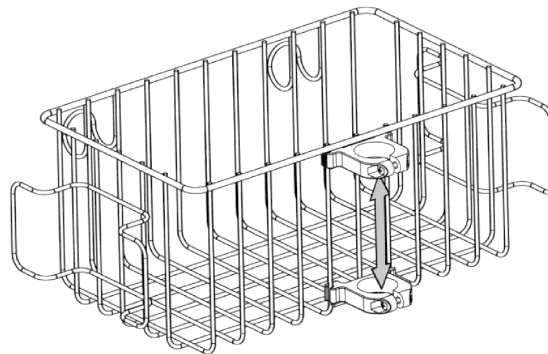

Figure 3 ■ Figure 3 ■ Abbildung 3 ■ Figura 3 ■ Figura 3 ■ Afbeelding 3
2	将夹子分别滑到篮子的顶部和底部。顶部的夹子应碰到上方水平方向的电线，底部的夹子应碰到下方的强化线（请参阅第 27 页图 3）。
2	クリップをバスケットの上側と下側にスライドさせます。上側のクリップは上側の水平ワイヤーに触れるように、下側のクリップは下側の補強ワイヤーに触れるようにしてください（27ページの図3を参照）。
■ Rysunek 3 ■ Obrázok 3 ■ Figur 3 ■ Kuva 3 ■ Φιγυρα 3 ■ Figura 3
■ Joonis 3 ■ 3 pav. ■ 3. attēls. ■ Şekil 3 ■ Рис. 3 ■ 图 3 ■ 图 3